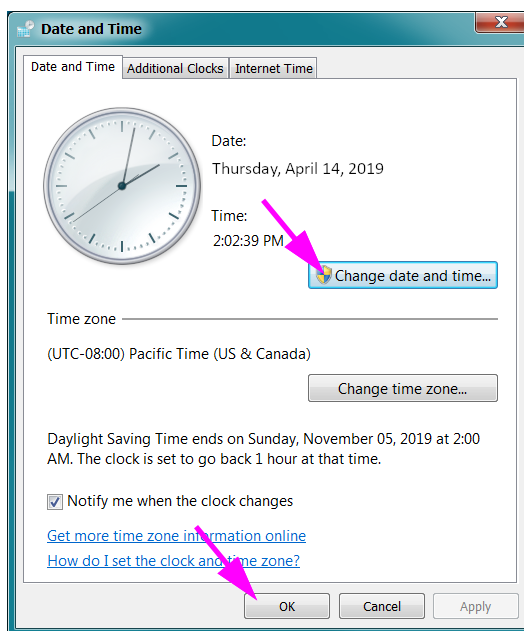

Figura 2-31. Finestra di dialogo delle proprietà Date and Time (Data e ora)
1. Fare clic su **Control Panel (Pannello di controllo) > Date and Time (Data e ora)**. Viene visualizzata la finestra di dialogo Date and Time (Data e ora). Vedere la Figura 2-31.
4. Fare clic su **OK** per tornare alla finestra di dialogo Date and Time (Data e ora). Vedere la Figura 2-31.